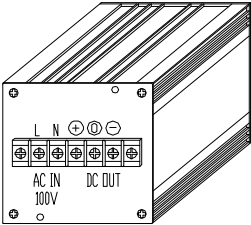

図1.1 取り付け方法
- (1) 入力 :AC 90 ～ 110 [V]
- (2) 出力 :定格出力
- (3) 取付方法 :図1.1に示す